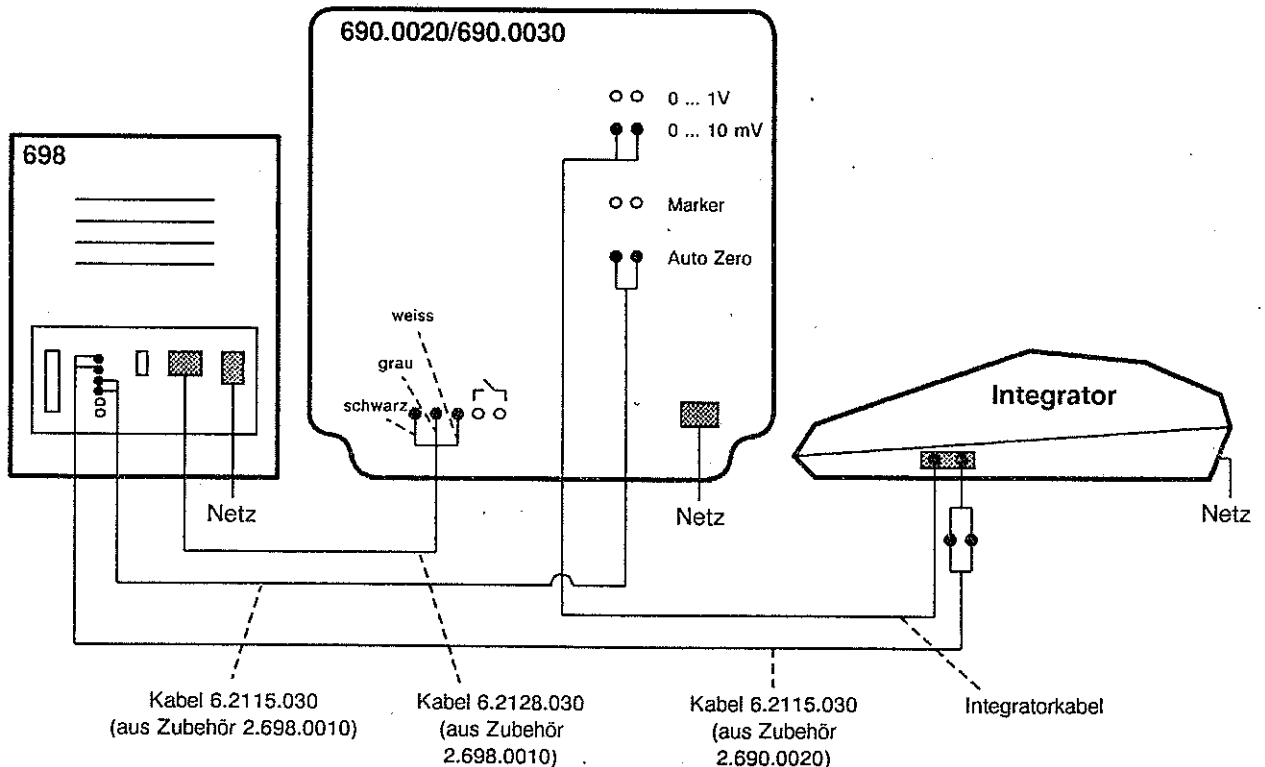

**Abb. 4:** Anschluss des Autosamplers 698 am Injektionsventil des Ionenchromatographen 690
An beiden Enden des Mikrokapillarschlauches wird nun eine PVDF-Druckschraube 6.2744.000 montiert (siehe Abb. 3). Anschliessend wird die vorbereitete Mikrokapillare (8) nach Entfernen des schützenden Plastiknippels am Anschluss (9) auf der Frontseite des Autosamplers 698 festgeschraubt (siehe Abb. 2). Das andere Ende wird entweder durch eine der Öffnungen (29-690) auf der Rückseite des Ionenchromatographen 690 oder durch den Türspalt in der rechten unteren Ecke der Innenraumtüre (13-690) in den Säulenraum eingeführt und nach Entfernen der zum Spritzenanschluss (16-690) führenden Stahlkapillare am Anschluss 1 des Injektionsventils angeschraubt (siehe Abb. 4).
Es ist auch möglich, 2 Ionenchromatographen (z.B. einer mit einer Anionen- und einer mit einer Kationensäule) am gleichen Autosampler 698 anzuschliessen. Dafür muss der Anschluss 2 (Schleifen-Auslass) des Injektionsventils des ersten IC 690 (siehe *Abb. 4*) mittels eines zusätzlichen, auf die entsprechende Länge zugeschnittenen PTFE-Mikrokapillarschlauches 6.1803.000 mit dem Injektionsventil-Anschluss 1 (Schleifen-Einlass) des zweiten IC 690 verbunden werden. Die beiden auf diese Weise zusammengeschalteten Probenschleifen werden gleichzeitig durch eine Injektion des Autosamplers 698 gefüllt.